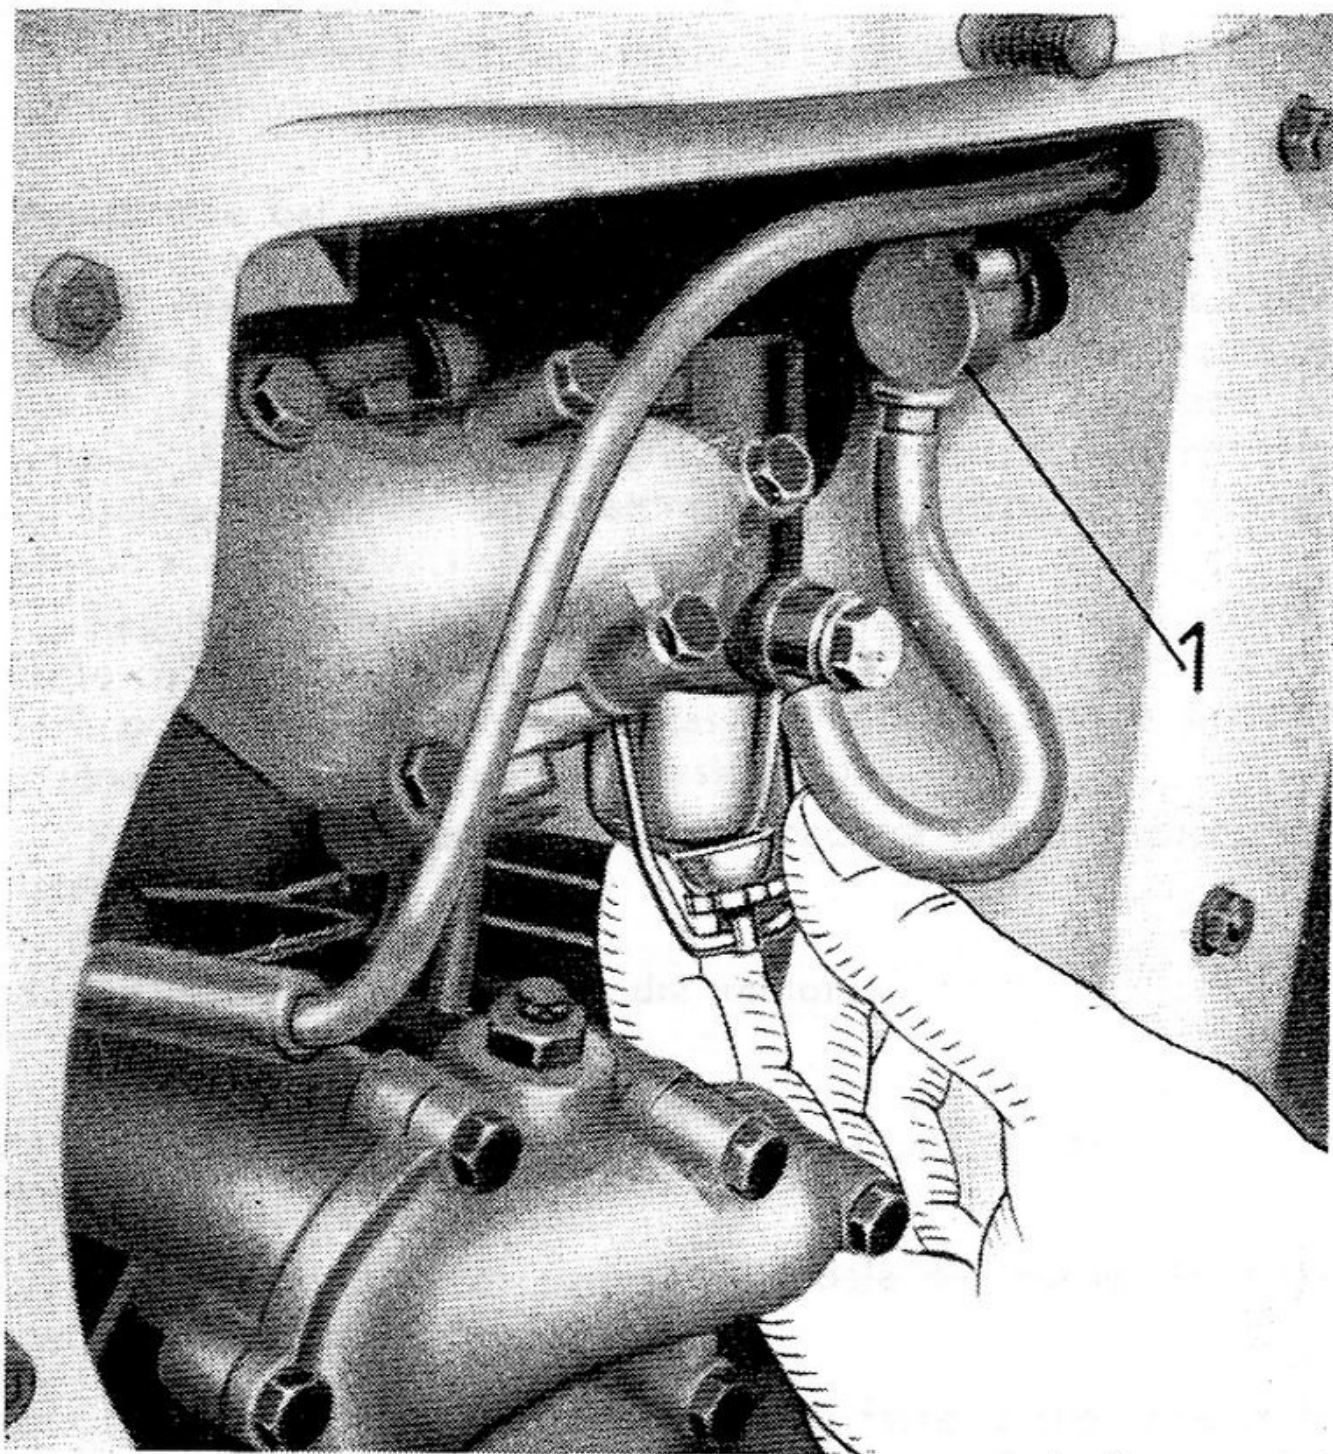

Fig. 10
La vaschetta a livello costante del carburatore è munita di un capace filtro a bicchiere, di facile accessibilità. Ogni 2000 km circa è opportuno procedere alla pulitura del bicchiere con filtro. Per levarlo, togliere la ruota di scorta per rendere accessibile la finestra anteriore. Allentare, e spingere su un fianco, quel tanto da liberare il bicchiere, l'apposito volantino con tacche che lo tiene bloccato (ved. fig. 10). Pulire poi bicchiere e filtro con della benzina facendo attenzione a non schiacciare o deteriorare il filtro e ad asportare tutto lo sporco accumulato sul fondo del bicchiere.
- la tubazione in gomma sfilandola dal corpo del rubinetto (ved. 1 di fig. 10).